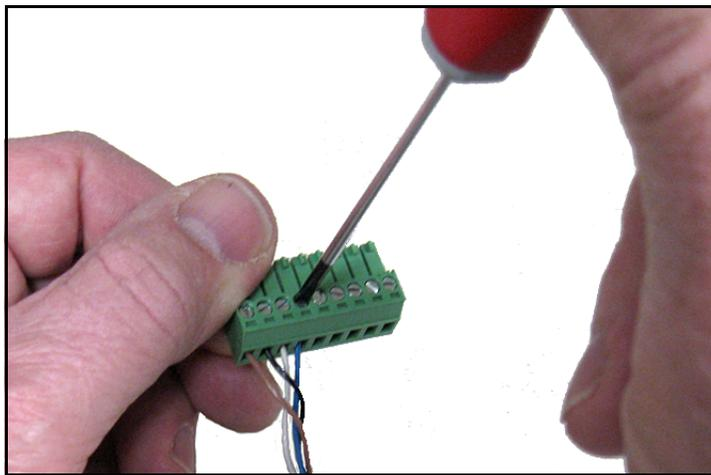

Рисунок 28: Соединение кабеля с соединителем
3. Обратитесь к Таблица 1 ниже и Рисунок 28 для подсоединения конца кабеля зонда с четырьмя жилами к штырькам 10, 11, 12 и 13 нижней клеммной колодки.